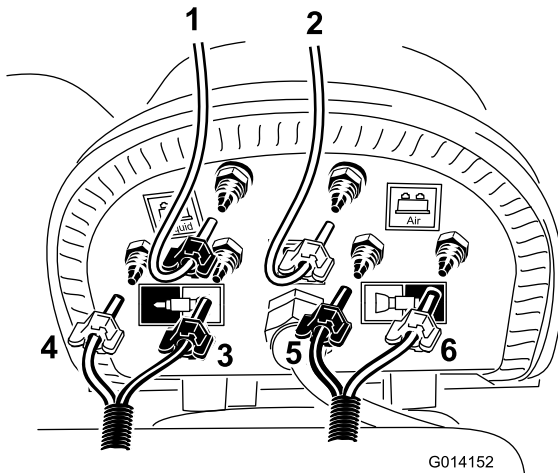

Bild 17
Hinweis: Befestigen Sie den durchsichtigen Schlauch an der **blauen** oder Wasserzahnung am Kompressor, wie in Bild 17 abgebildet. Befestigen Sie beide Rohre mit einer blauen Rohrklammer. Der Mantel des Rohrs muss noch weiter geteilt werden, um die Länge des Behälters zu handhaben.
3. Befestigen Sie das durchsichtige Rohr an der verbleibenden Zahnung am vorher abgeschnittenen, kurzen Schleifenschlauch und am Behälterdeckel, siehe Bild 17.
5. Befestigen Sie das blaue und weiße Rohr am Schaumschlauch, der zum linken Ausleger verlegt ist, wie in Bild 17 abgebildet.
6. Befestigen Sie das blaue und weiße Rohr am Schaumschlauch, der zum rechten Ausleger verlegt ist, wie in Bild 17 abgebildet.